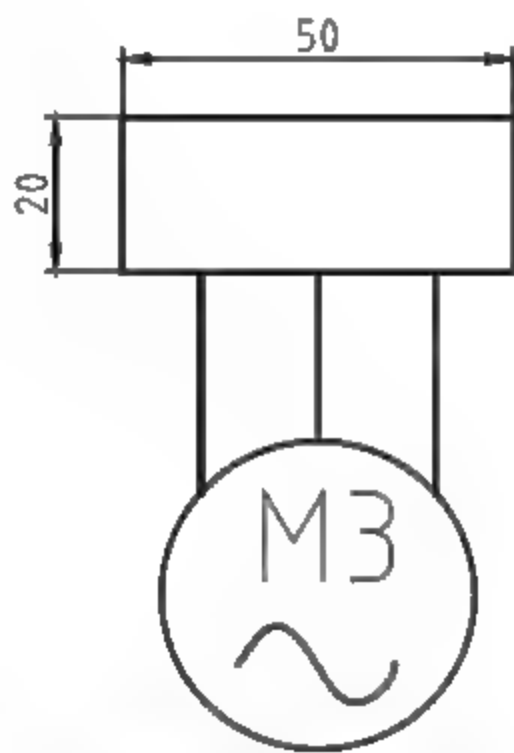

图6-103 绘制矩形
(5) 调用REC【矩形】命令，结合【对象捕捉】功能，绘制矩形，如图6-103所示。